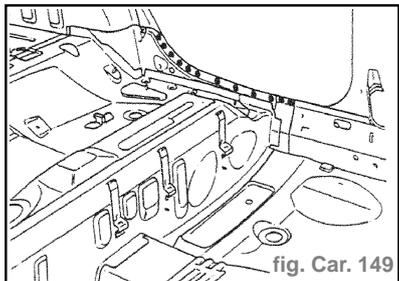

fig. Car. 149
**Soudure** (fig. Car. 149 et 150)